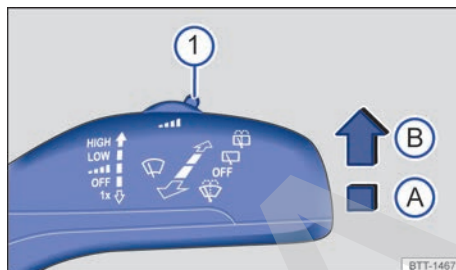

Fig. 85 En el lado derecho de la columna de dirección: palanca del limpiacristales.
Presione la palanca hasta la posición deseada → fig. 85:
La sensibilidad del sensor de lluvia y de luz puede ajustarse manualmente con el mando → fig. 85 (1) situado en la palanca del limpiacristales → ⚠.